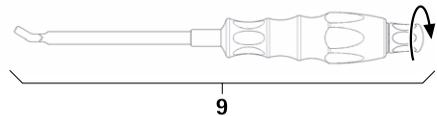

Fig. 14
- Monter l'instrument de pose de tige 9, voir Fig. 14.